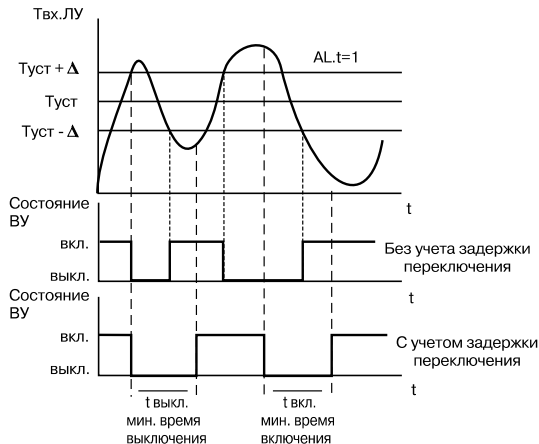

Рис. 8
3.1.5.1.3. Для ЛУ может быть задано минимальное время удержания выхода в замкнутом и разомкнутом состояниях. ЛУ может удерживать выход в соответствующем состоянии в течение заданного времени, даже если по логике работы устройства сравнения требуется переключение (**рис. 8**).